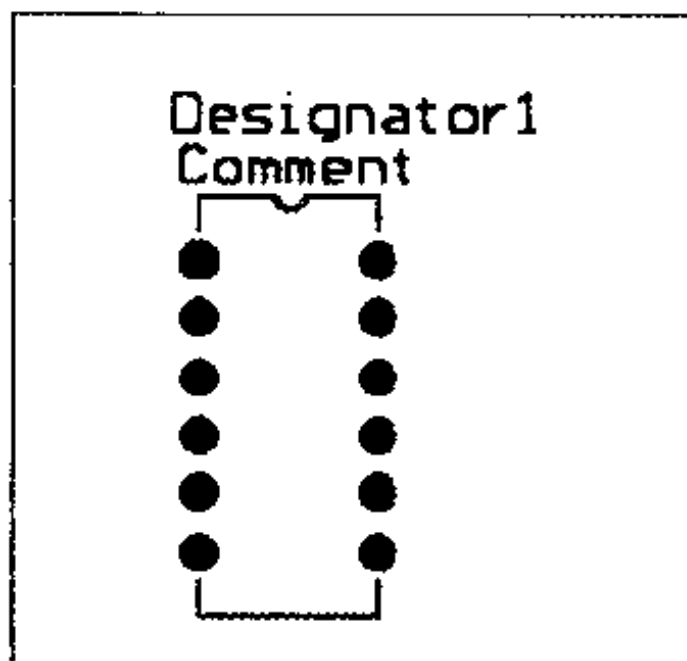

图 7-4 将元件放置在图纸中的效果
(8) 在如图 7-2 所示的对话框中设置好各个选项之后,单击 OK 命令按钮,返回工作窗口,此时鼠标箭头变为十字光标,并带有选定的元件的形状。移动十字光标到图纸中的适当位置单击,将选定的元件放置在图纸中的适当位置,得到如图 7-4 所示的效果。